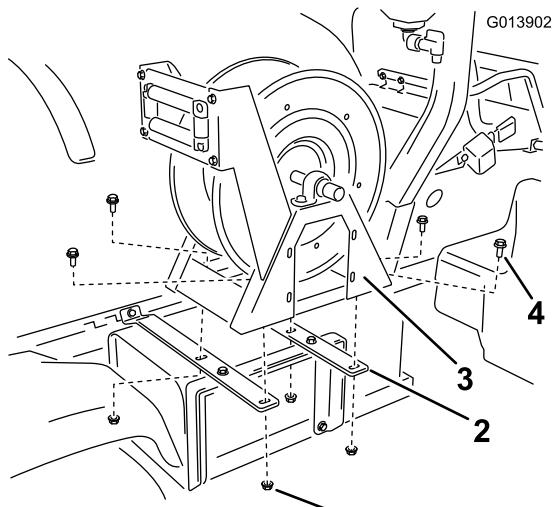

Figura 10
- Instale el conjunto de carrete de la manguera en las pletinas del carrete de la manguera (Figura 10) usando 4 pernos con arandela prensada (3/8 x 1 pulgada).